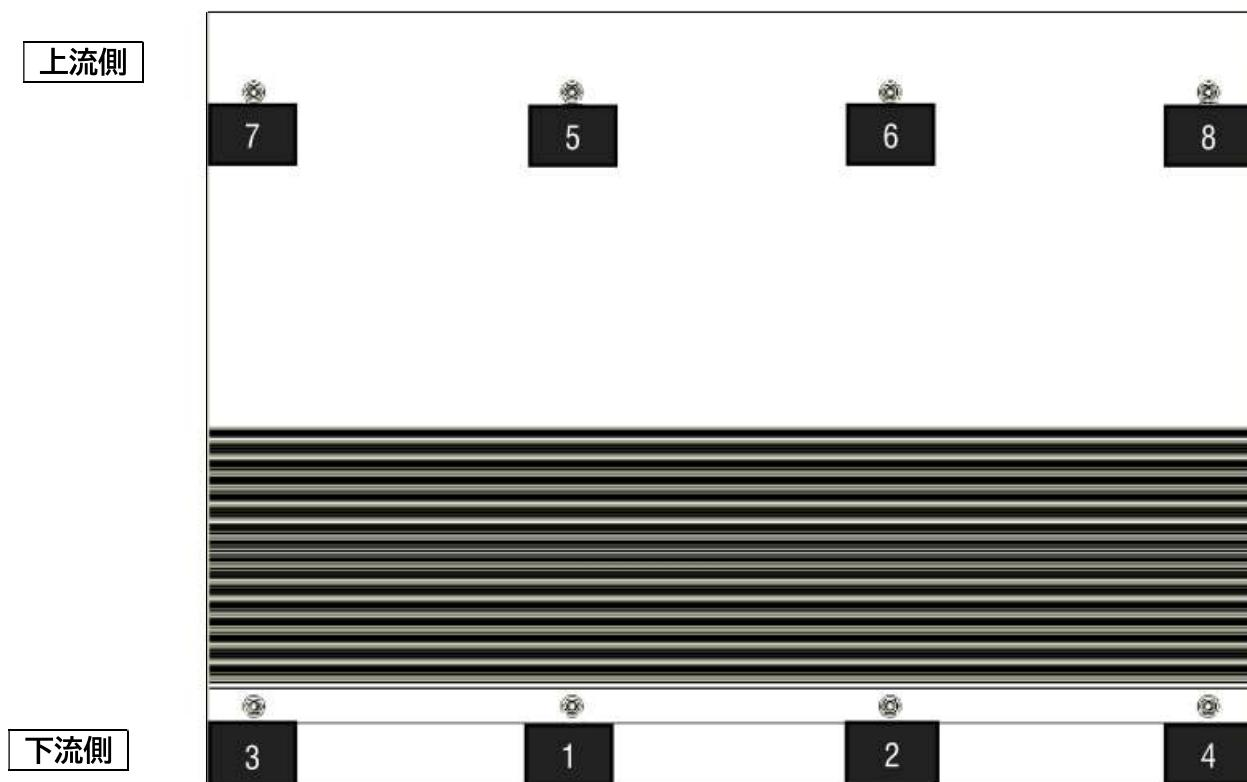

図6: トルクナット締め付け順序
- アステック社は、アセンブリ全体に均一に締め付けるため、ナットを中心から外側に向かって締め付けることを推奨しています。図6は、締め付け順序の例を示しています。